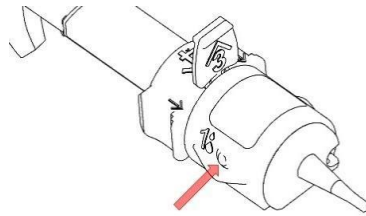

Fig. 1
3. Introdurre completamente la cannula (23-27GG) di una siringa contenente sostanza viscoelastica nella piccola apertura indicata con il numero '1' (Fig. 1)